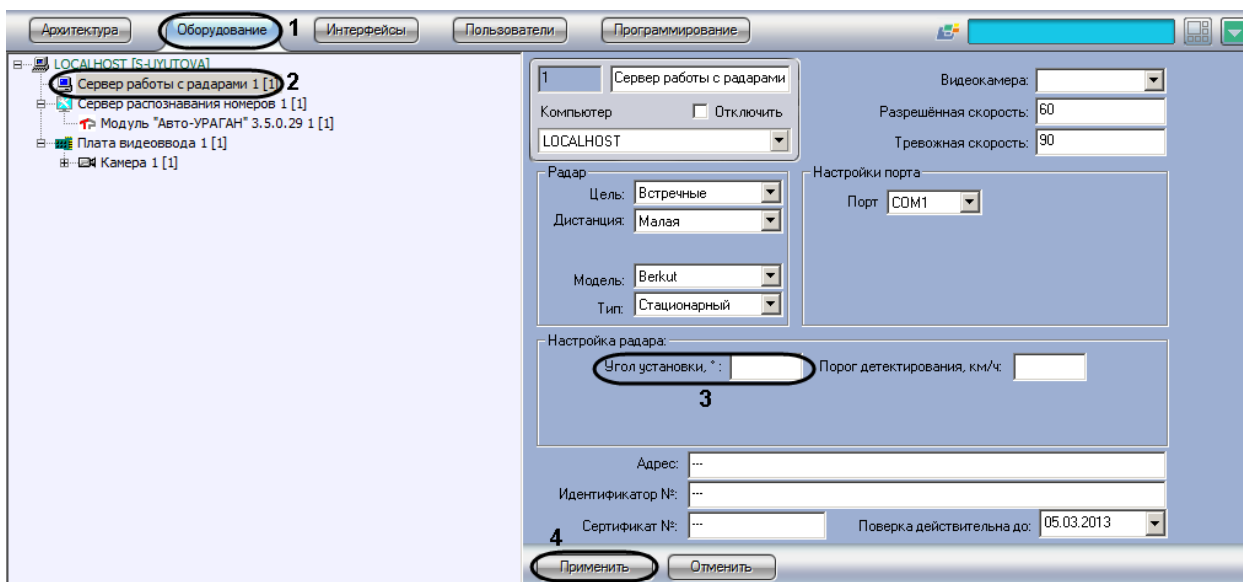

Рис. 7.3—9. Указание угла наклона устройства «Радар» над дорогой
2. В дереве объектов на вкладке «Оборудование» выбрать объект «Сервер работы с радарными», соответствующий настраиваемому программному модулю «Радар» (см. Рис. 7.3—9, 2). В правой части вкладки «Оборудование» отобразится панель настройки выбранного объекта.
3. Задать в поле «Угол установки,°» угол наклона устройства «Радар» над полосой дорожного движения (см. Рис. 7.3—9, 3).